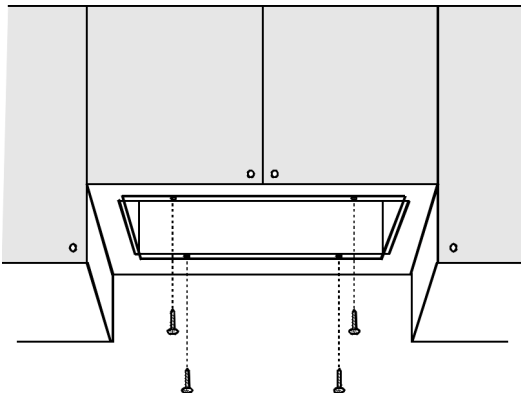

Fig. 11
4. Fixez la hotte à l'aide des 4 vis fournies – fig. 11.